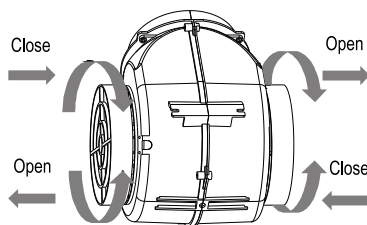

Рисунок 12
- Для отсоединения угольного фильтра, следует сначала снять жиरोулавливающий фильтр. См. рисунок 12.